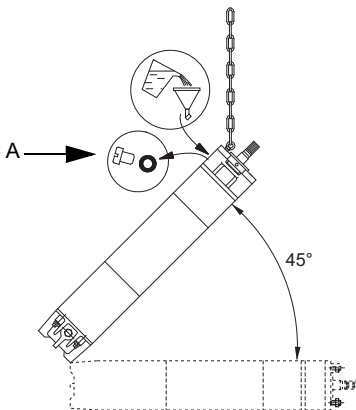

Fig. 4 Posição do motor durante o enchimento - MMS
1. Coloque o motor num ângulo de 45° com a parte superior voltada para cima. Consulte a fig. 4.